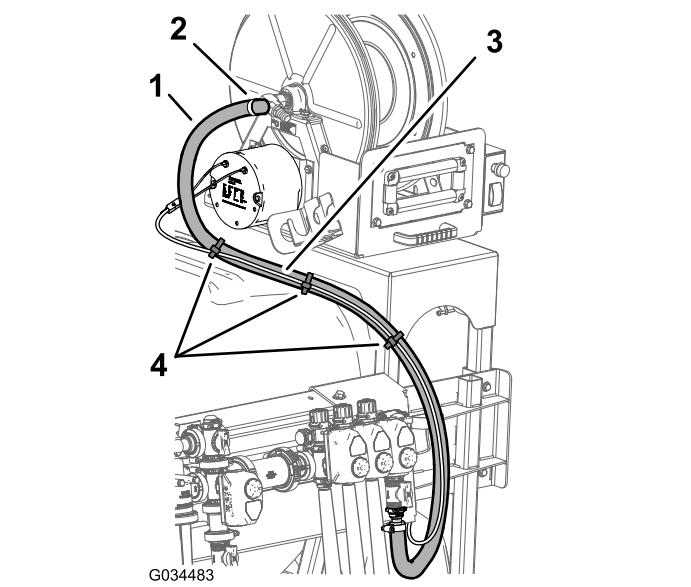

Figura 39
| 5. Ligue o tubo de 180 cm à união estriada do tubo no cilindro de tubagem e prenda o tubo à união com uma abraçadeira de tubos como se mostra na Figura 39 . | |
6. Prenda a cablagem do kit do cilindro articulado da tubagem para a tubagem de alimentação para o cilindro utilizando 3 braçadeiras de cabos (Figura 39).